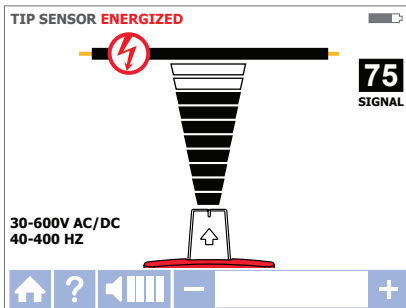

Figura 3.2e
2. Seleccione el modo **TIP SENSOR (SENSOR DE PUNTA)** energizado con las flechas direccionales para resaltar este modo de funcionamiento y presione el botón amarillo "ENTER (INTRO)". La pantalla aparecerá como se muestra en la Figura 3.2e.